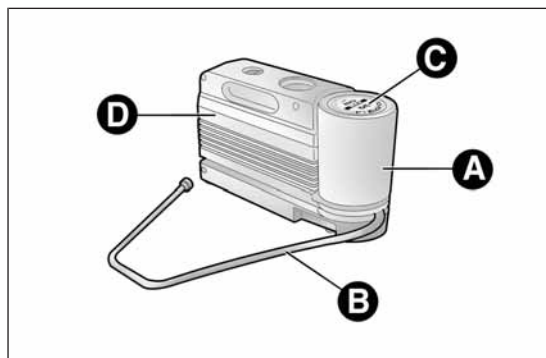

fig. 127
- ☐ una bombona fig. 127 con líquido sellador que incluye: tubo de llenado B y etiqueta adhesiva C con el mensaje "máx. 80 km/h", que debe colocarse en una zona bien visible (por ej. en el salpicadero) después de reparar el neumático;